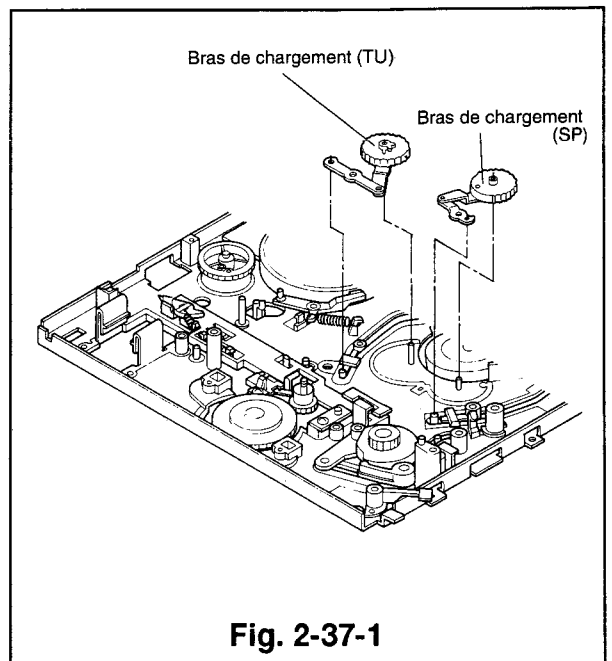
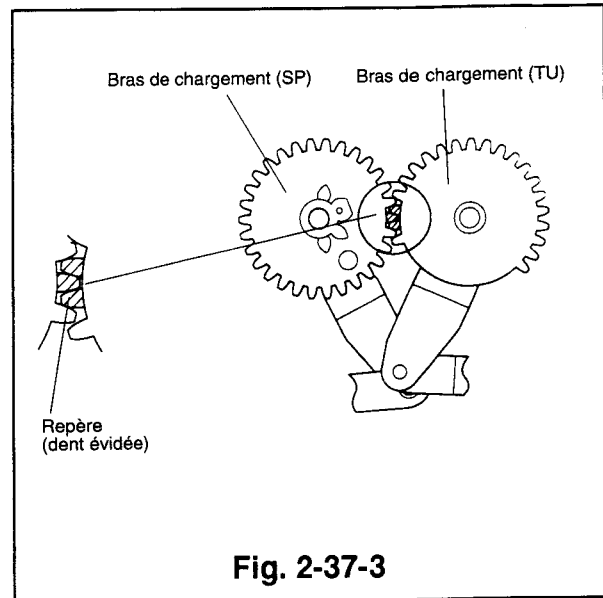

Fig. 2-37-1
Fig. 2-37-3
- 2) Aligner les bras de chargement TU et SP de manière à ce que les repères correspondants des dents soient alignés. (Voir la Fig. 2-37-3)
- 5) Enlever les bras de chargement en les soulevant vers le haut, d'abord le bras SP, puis le bras TU. (Voir la Fig.2-37-1)
- 2) Placer le nouveau bras de chargement (TU) dans la position indiquée dans la Fig. 2-37-1, puis placer le bras de chargement (SP) dans la position indiquée dans la Fig. 2-37-1, en alignant les dents. (Voir la Fig. 2-37-3, zone ombrée.)